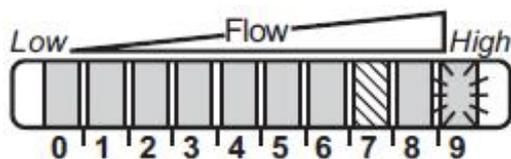

Figura 6: Ajuste bajo.
- 3º.- El caudal normal está por encima de la zona de visualización (figura 6). El led "9" parpadea siendo necesario efectuar el ajuste de caudal máximo (ver 2.5.2).